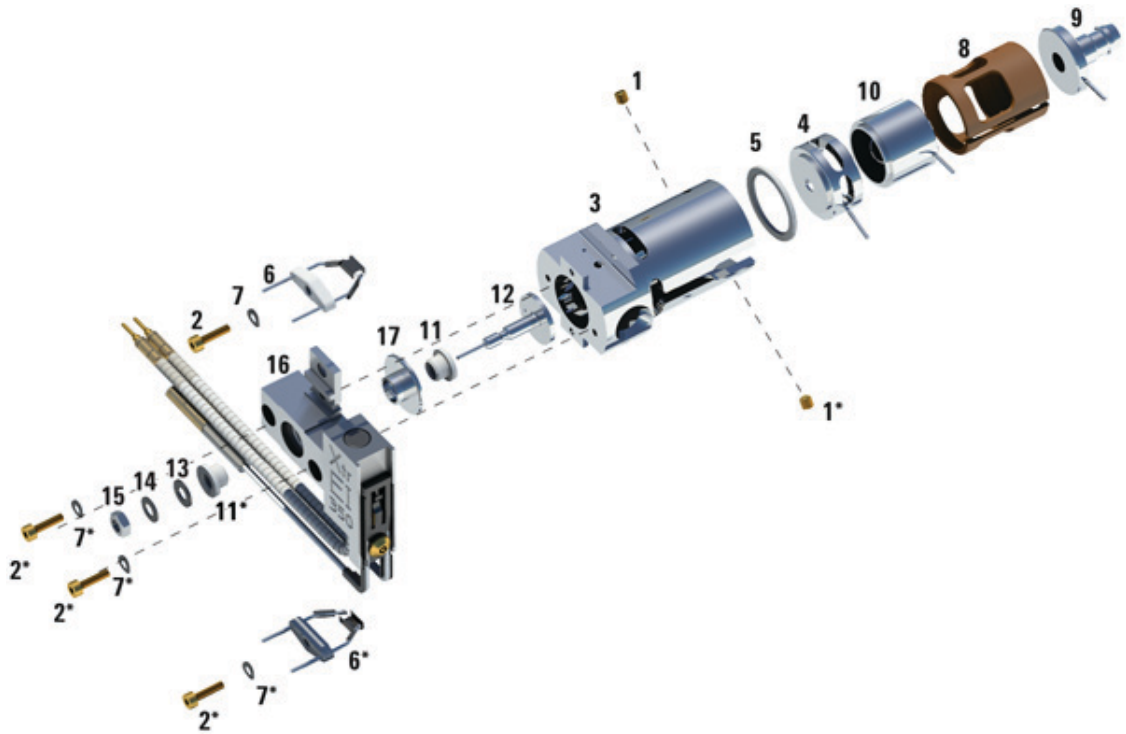

Abb. 16 Zerlegen der Extraktor-EI-Quelle
- 2 Entfernen Sie die Glühdrähte, indem Sie die beiden goldbeschichteten Schrauben von den Glühdrähten sowie die Glühdrähte von der Quelle trennen. Siehe Abbildung 16 auf Seite 145.
Tabelle 25 Teileliste der Extraktor-Ionenquelle Abb. 16
Tabelle 25 Teileliste der Extraktor-Ionenquelle (Fortsetzung) **Abb. 16**